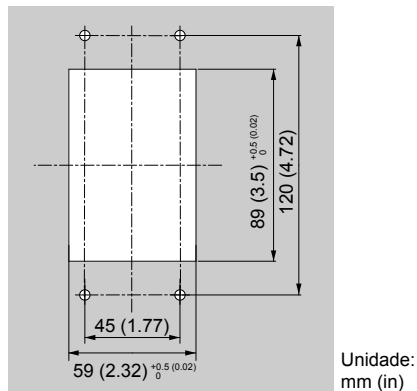

Figura 2.11 Dimensões de corte do painel (instalação de montagem interna/embutida)
1. Corte uma abertura no painel do gabinete para o teclado HOA, conforme mostrado na Figura 2.11.